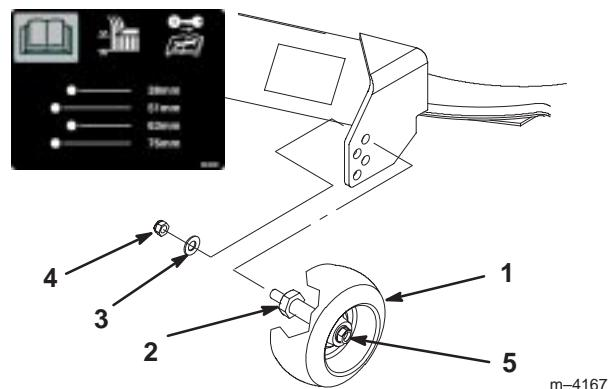

Bild 23
3. Entfernen Sie nach dem Einstellen der Schnitthöhe die Mutter und Scheibe, während Sie den Bolzen mit einem Schraubenschlüssel festhalten (Bild 23).
- Hinweis:** Entfernen Sie nicht die Radmutter und Scheibe (Bild 23).
4. Wählen Sie eine solche Höhe, bei der die Radstelze der gewünschten Schnitthöhe so nahe wie möglich ist (Bild 23).
5. Montieren Sie die Bolzenmutter und Scheibe (Bild 23).